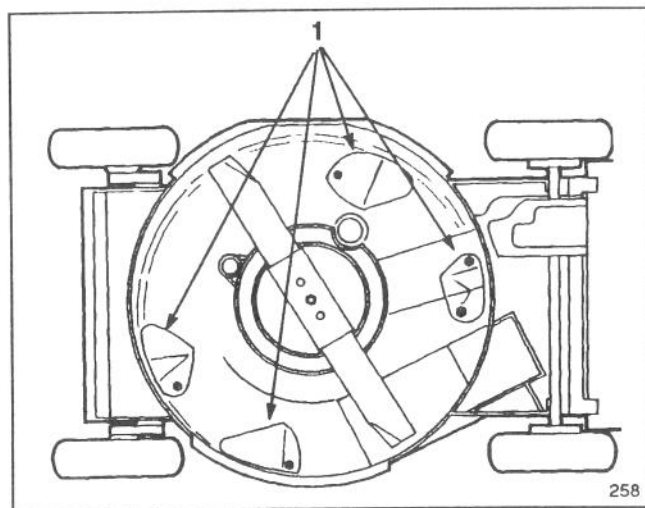

Figure 6
B. Quatre plaques de "déflexion" sont montées sur le dessous de la tondeuse à des emplacements stratégiques (Fig. 6)